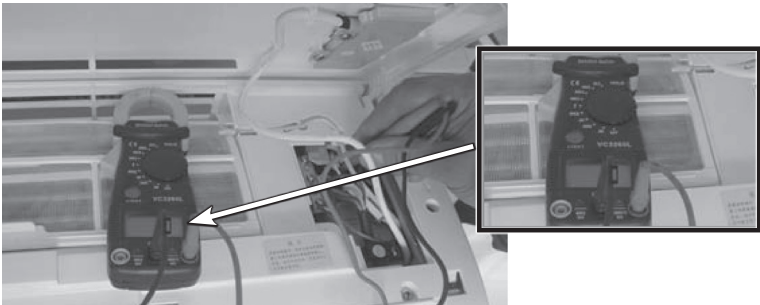

图 4-34 测量室内机 L、N 端电压
2) 用万用表交流电压档测量室内机 L、N 端子电压为 0V，测量插座内电压也为 0V，如图 4-34 所示。结果为漏电开关跳闸。